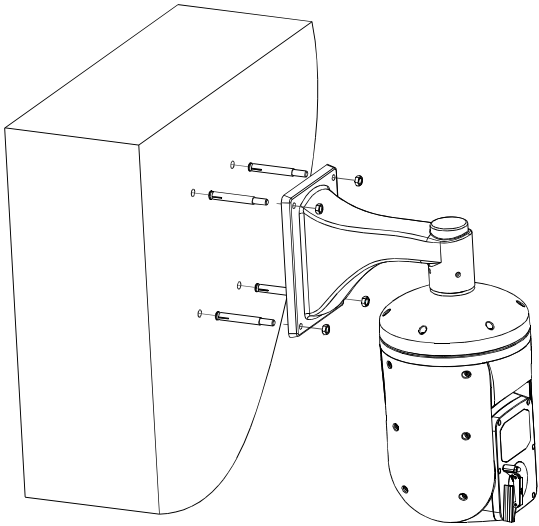

图10-8.1-2
请将图中用序号标出的①处用密封胶涂抹，以防止雨水渗入支架内损害球机(如图10-8.1-3所示):
①为壁挂支架与墙接触面的四周；